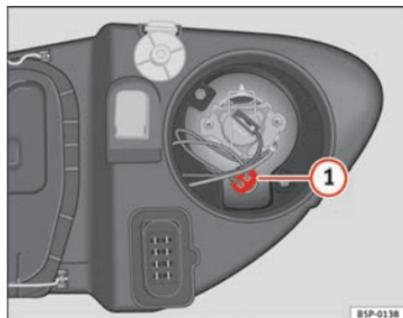

Fig. 171 Luci di posizione
- Estrarre il portalampane ⇒ fig. 171 **1** verso l'esterno.